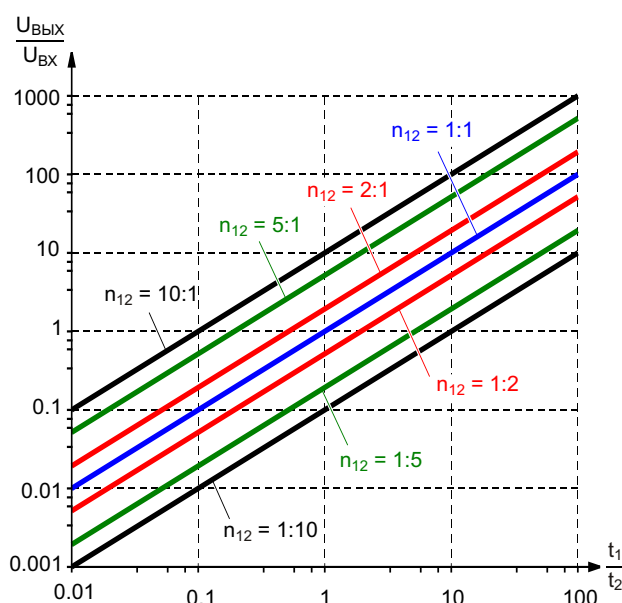

Рисунок 5. Регулировочные характеристики обратного преобразователя при различных коэффициентах трансформации дросселя.
Рассмотрим графики зависимостей $U_{\text{ВЫХ}}/U_{\text{ВХ}}$ от соотношения t_1/t_2 (Рисунок 5), построенные по формуле (6) и являющиеся разновидностями регулировочных характеристик. Из графиков видно, что изменением коэффициента трансформации дросселя можно сместить регулировочную характеристику по вертикали, а значит, и обеспечить необходимое соотношение t_1/t_2 при заданном $U_{\text{ВЫХ}}/U_{\text{ВХ}}$.